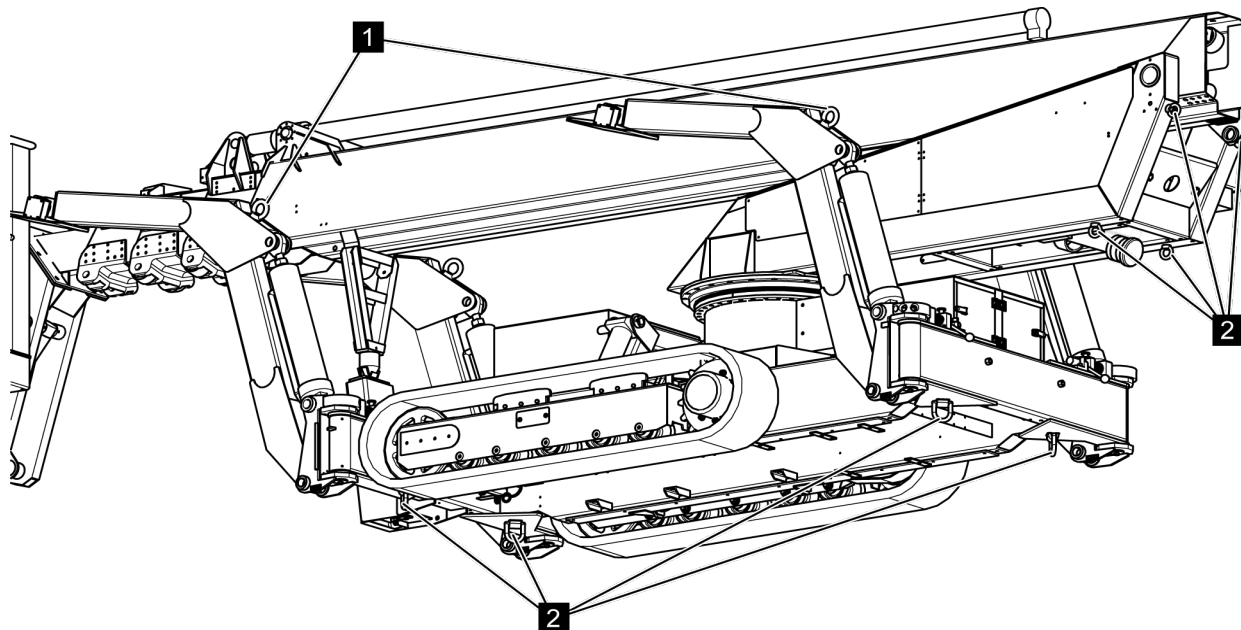

Fig. 39: Points d'accrochage
Les points d'accrochage (Voir la Fig. 39/1) sont indiqués par le symbole Voir la Fig. 40.
- La plateforme élévatrice doit être arrimée avec des sangles aux anneaux d'arrimage prévus à cet effet (Voir la Fig. 39/2) sur le véhicule de transport.